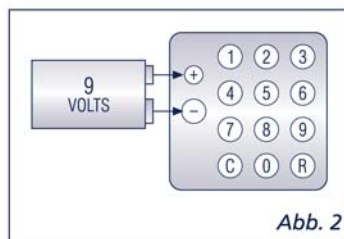

Abb. 2
1. Poser la batterie de 9 V (fig. 2) en respectant la polarité, et la garder pendant toute la durée des opérations suivantes;
1. Die 9V-Batterie unter Beachtung der Polarität einlegen (Abb. 2) und für die ganze Dauer der nachfolgenden Abläufe in dieser Position belassen;